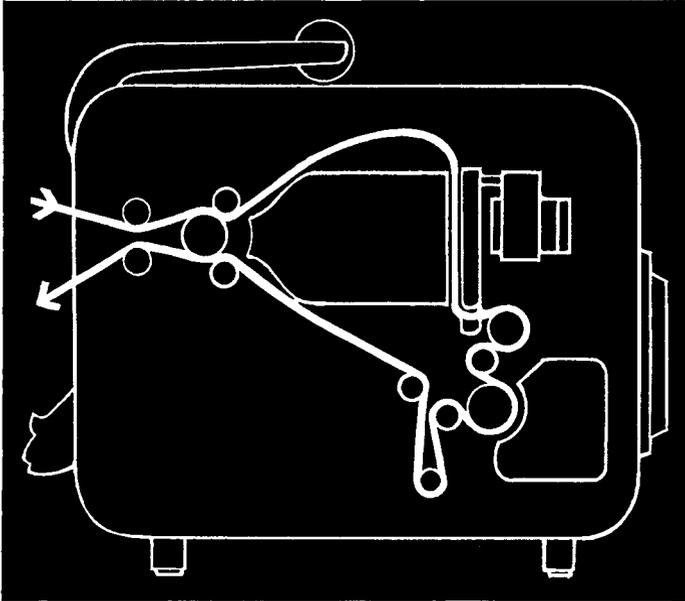
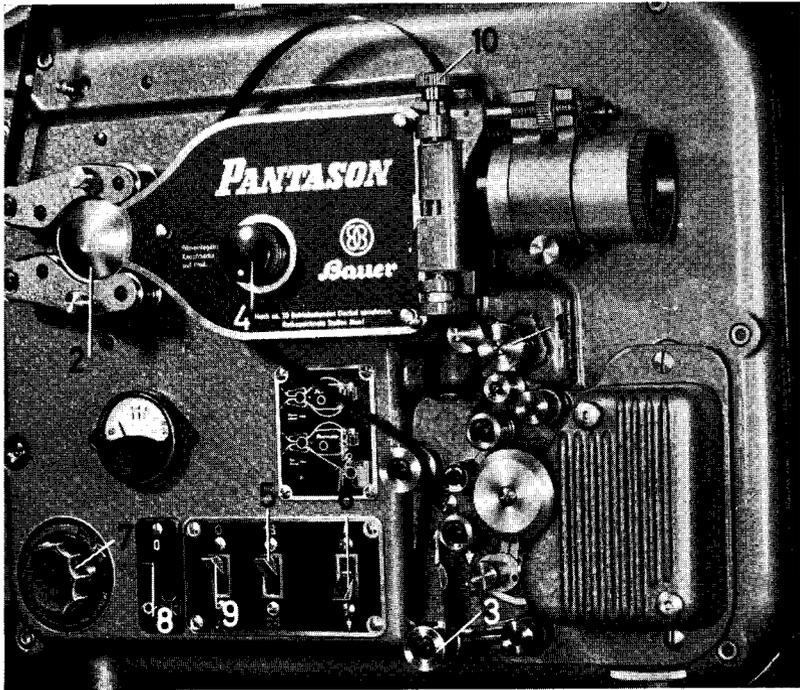

Abb. 4 Filmlaufschema Pantason M
Abb.7 Frontplatte
5. Einstellen der Bildgeschwindigkeit mit dem Schalter Abb. 7, Pos. 5 u. 6.
Der Film wird entsprechend dem Filmlaufschema (Abb. 4) in den Projektor eingelegt. Vor dem Einlauf in die Filmbahn und nach dem Austritt aus der Filmbahn ist der Film in entsprechende Schleifen zu legen, die die ruckweise Bewegung durch den Greifer und die gleichmäßige Bewegung durch die beiden Zahnrollen (Abb. 7, Pos. 1 und 2) ausgleichen.
Beim Einlegen des Films in das Tongerät ist darauf zu achten, daß der Filmspannhebel (Abb.7, Pos.3) durch den Film so weit vorgespannt wird, daß er etwa in Mittelstellung gehalten wird. Es ist zweckmäßig, nach
dem Einlegen des Films den Projektor durch Drehen des Randelknopfes (Abb.7, Pos.4) auf richtig eingelegten Film zu überprüfen.
Tonfilmgeschwindigkeit (**24 Bilder** pro Sekunde) am Wahlschalter (Bild 7, Pos. 5) einstellen.
Wahlschalter für Vor- oder Rücklauf muß auf Vorlauf stehen (Bild 7, Pos. 6).
Drehknopf des Lampenregulier-Widerstandes (Bild 7, Pos. 7) ganz nach links drehen.
Hauptschalter für den Projektor einschalten (Abb.7, Pos.8), Lampenregulier-Widerstand so weit nach rechts drehen, bis der Zeiger des Amperemeters auf dem roten Strich steht.
Tonlampe einschalten (Abb.7, Pos.9).
Lautstärke und Klangfarbe an den Reglern des Verstärkers einstellen. Evtl. Bildschärfe am Objektivhalter korrigieren und, wenn der Bildstrich zu sehen ist, die Bildstrich-Einstellung betätigen (Abb.7, Pos.10). Nach Ablauf des Films: Tonlampe ausschalten, Hauptschalter ausschalten. Lampenregulier-Widerstand ganz nach links drehen, damit ohne weiteres wieder eingeschaltet werden kann.